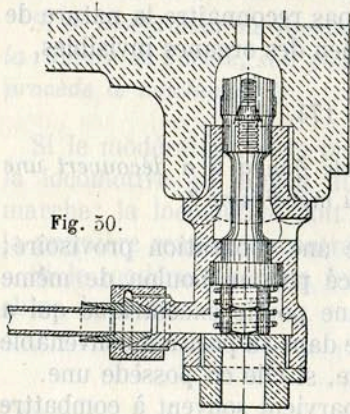

Fig. 50.
(1) Si la machine est pourvue de soupapes purgeuses automatiques, le machiniste démontrera le bouchon inférieur de ces soupapes, introduira un corps dur, deux petits écrous par exemple entre les spires du ressort (voir fig. 50), puis remontera le couvercle. Dans ces conditions, les purgeurs restent ouverts même lorsque la vapeur est admise dans le cylindre, sans qu'il soit nécessaire de manœuvrer la prise de vapeur qui commande les purgeurs.